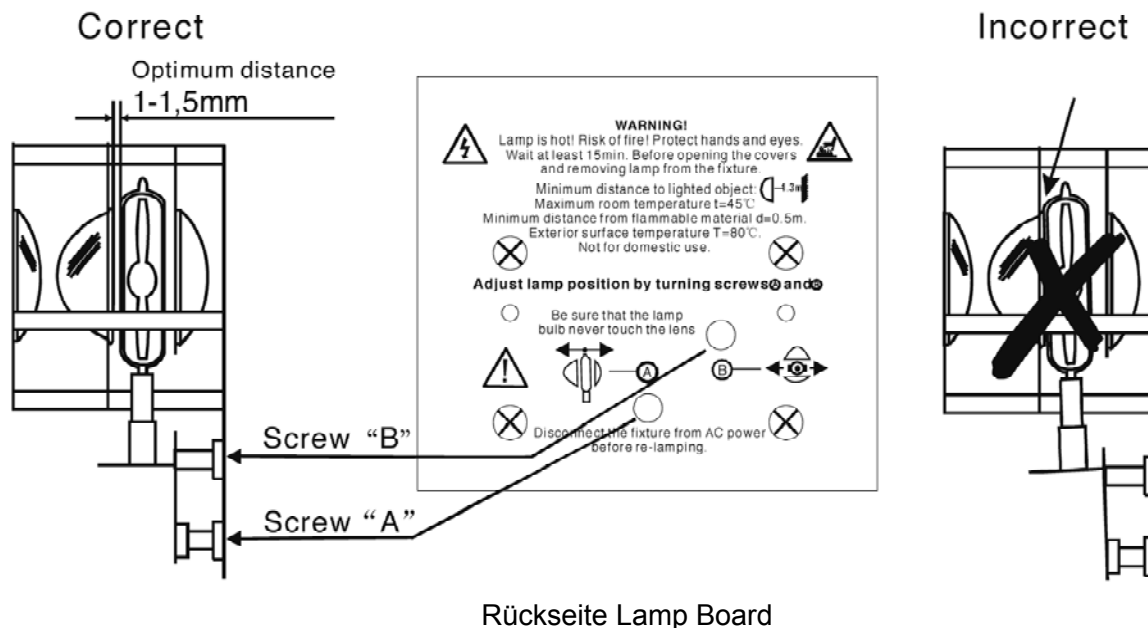

Abb. 4
4. Verbinden Sie die Geräte wie auf Abb. 4. Schließen Sie ein DMX-Signal-Kabel von der ersten DMX „out“-Buchse an die „in“-Buchse des zweiten Geräts. Wiederholen Sie diesen Prozeß, um das zweite, dritte und vierte Gerät anzuschließen.